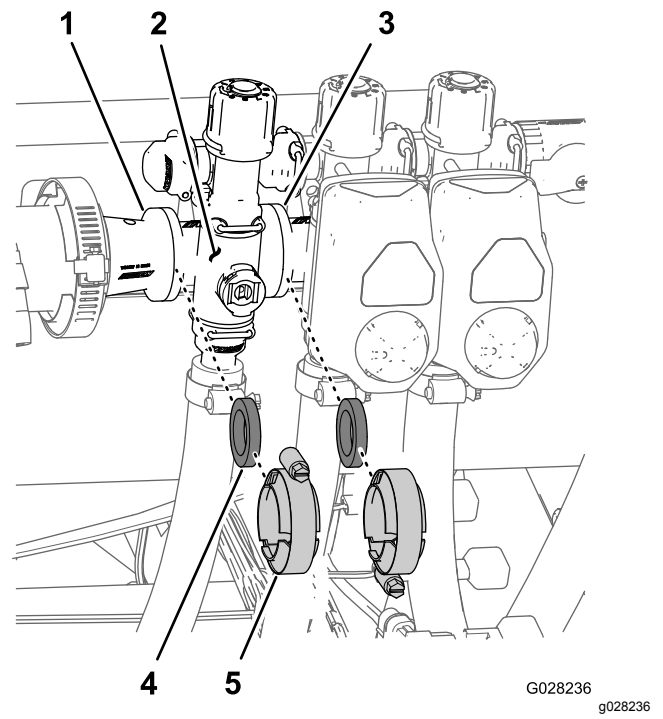

**Figura 115**
2. Rimuovete il fermo che fissa il raccordo di uscita a 90° al connettore del collettore per la valvola principale delle barre (Figura 115).
3. Rimuovete il bullone a testa flangiata ( $\frac{1}{4}$ " x  $\frac{3}{4}$ " ) e il dado di bloccaggio flangiato ( $\frac{1}{4}$ " ) che fissano la valvola principale delle barre al supporto della valvola e rimuovete il collettore della valvola dalla macchina (Figura 115).